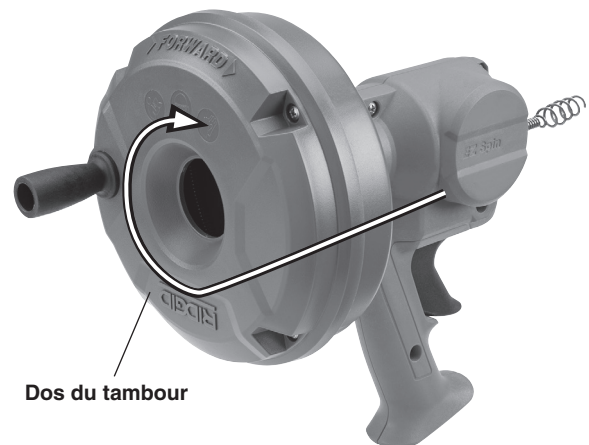

Figure 8 – Orientation du câble
3. Ramenez une longueur de câble dans le tambour en l'orientant en sens horaire vu du dos du tambour (Figure 8).